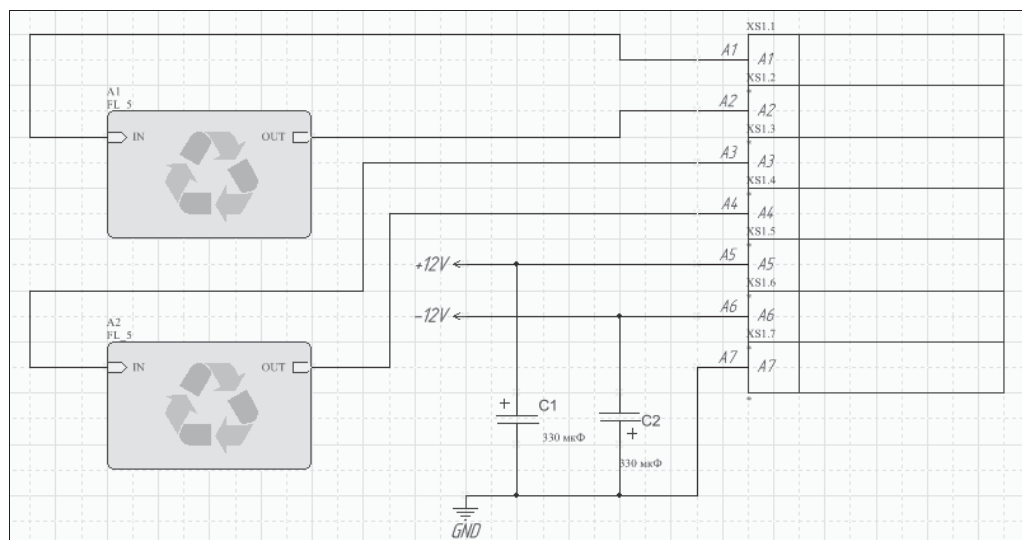

Рис. 4.28. Пример схемы на иерархических элементах
5. По обычным правилам выполняются электрические связи схемы. Цепи питания и «земли» помечаются метками **Power Port**, одноименными с теми, что были присвоены в исходном схемном документе типового узла. Пример результата этой работы показан на рис. 4.28.